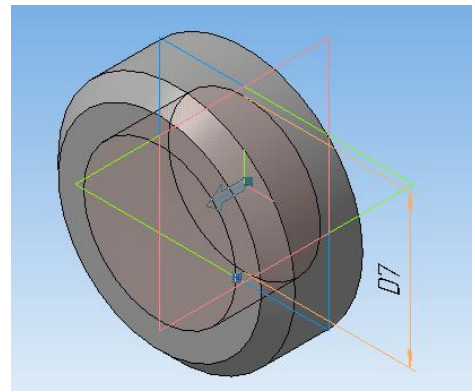

Рисунок 38.
9. Выполните **Вырезать выдавливанием**, задать прямое направление, способ построения **Через все** (рисунок 38) .